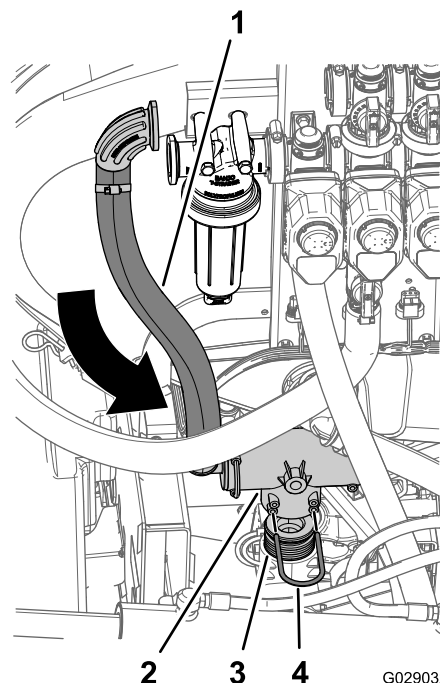

Figure 39
- Acheminez le flexible d'entrée et le raccord en T supérieur que vous avez montés à l'opération Montage du raccord en T supérieur, du flexible d'entrée et du flexible du clapet à bille (page 20), comme montré à la Figure 39.
3. Branchez le raccord en T supérieur sur le raccord à emboîtement et fixez les deux raccords avec l'étrier de retenue (Figure 39) que vous avez retirés à l'opération 2 de Débranchement du flexible d'entrée (page 19).